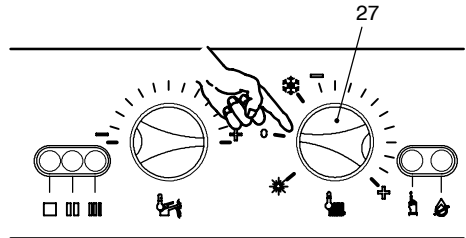

fig. 9.20
- 6 Per uscire dalla funzione SPAZZACAMINO della caldaia posizionare il selettore 27 del pannello comandi come indicato in fig. 9.20